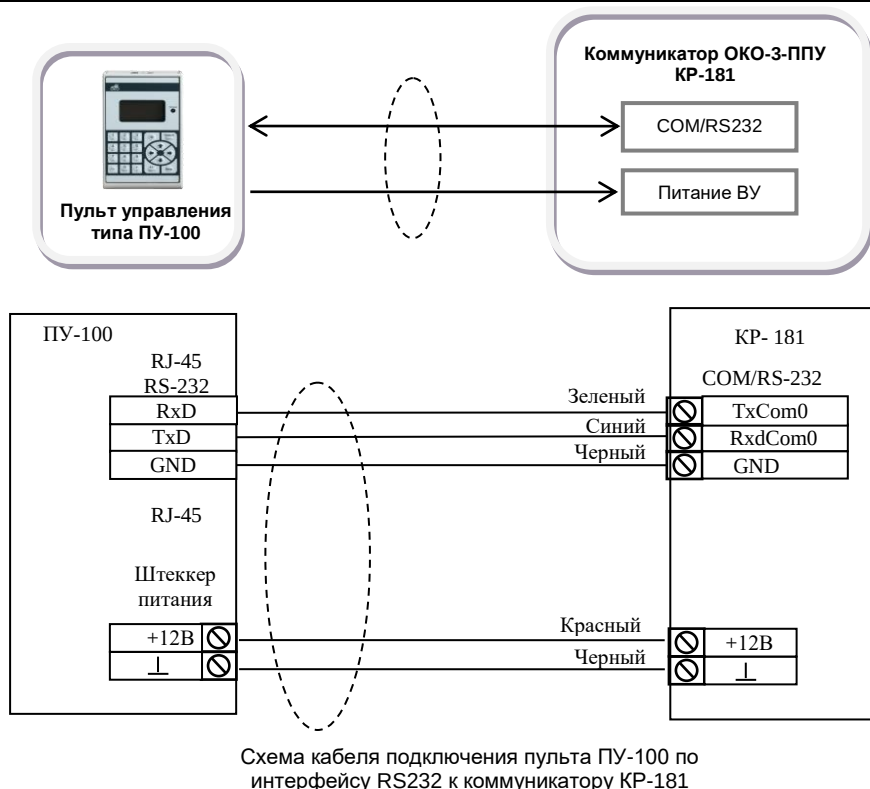

Рисунок 4.6. Принципиальная схема подключения пульта ОКО-3-Ц к коммуникатору ОКО-3-ППУ (исполнение КР-181) по интерфейсу RS232
4.5.1.1. Подключить блок ОКО-3-Ц к коммуникатору КР-181 согласно схеме на рис.4.6.